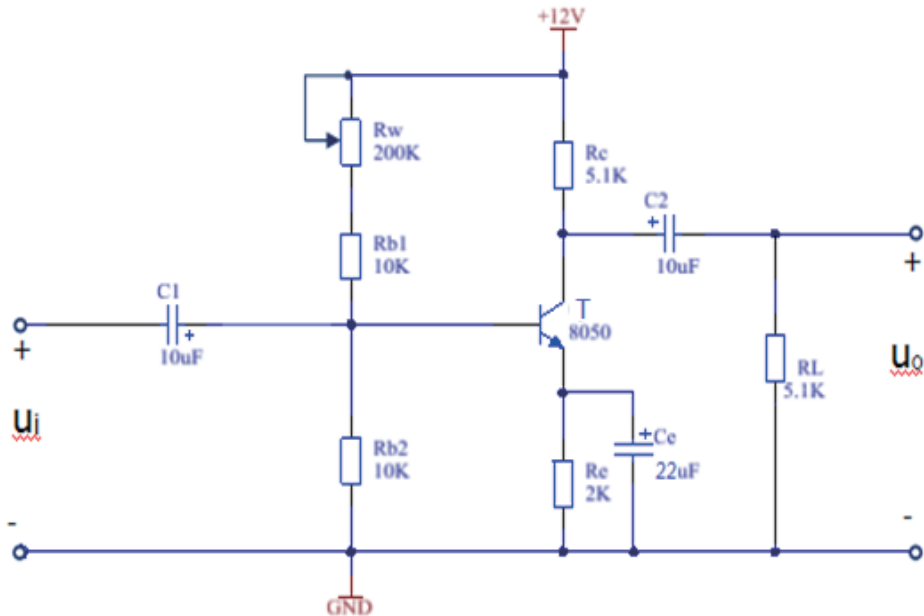

图 1-2-1 航空模拟式仪表指针驱动信号放大器原理图
某企业承接了一批航空模拟式仪表指针驱动信号放大器的装调任务，请按照相应的企业生产标准，正确选择和使用常用仪器、仪表和工具，完成该产品的组装与调试，实现该产品的基本功能，满足相应的技术指标，并正确填写相关技术文件或测试报告。电路原理图如图 1-2-1 所示。
③根据图 1-2-1 所示航空模拟式仪表指针驱动信号放大器原理图，将信号发生器调至 $u=30mV$ ， $f=2KHz$ ，连接到航空模拟式仪表指针驱动信号放大器的 u_i ，将示波器连接到电路输出 u_o 上，请将 u_o 的波形及有关参数记录在表 1-2-3 中。